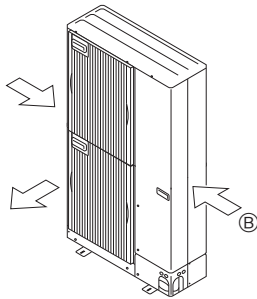

Fig. 2-16
- ② Coloque la unidad de manera que la salida de aire sopla en dirección perpendicular a la dirección estacional del viento, si la conoce. (Fig. 2-16)